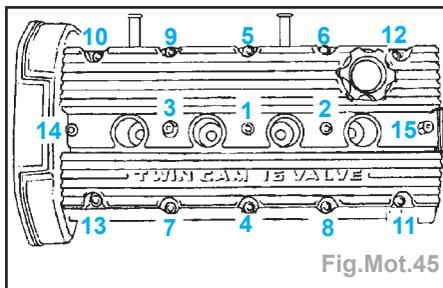

Fig.Mot.45
- Poser le couvre-culasse et serrer les vis dans l'ordre indiqué (Fig.Mot.45).
- Reposer le couvre-culasse et le serrer aux couples et dans l'ordre prescrit (Fig.Mot.45).